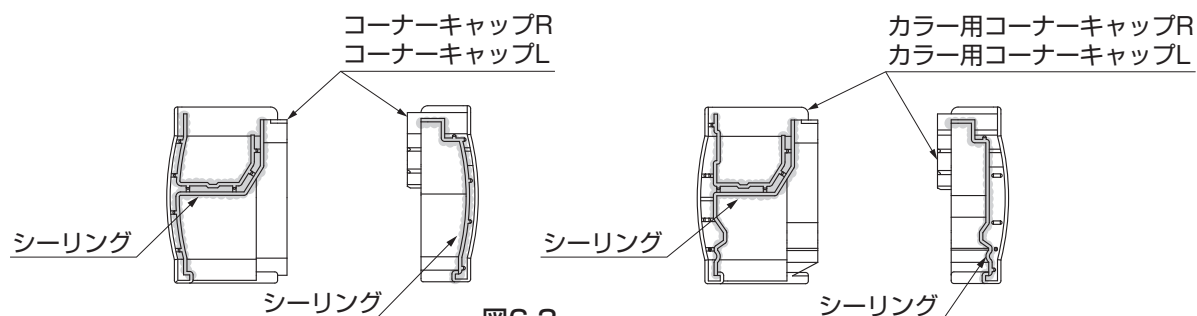

図6-3
③コーナーキャップRおよびコーナーキャップLにシーリング材を充てんして、側枠に取付けてください。(図6-3参照)
●指定の箇所にシーリングしてください。(図6-3参照)